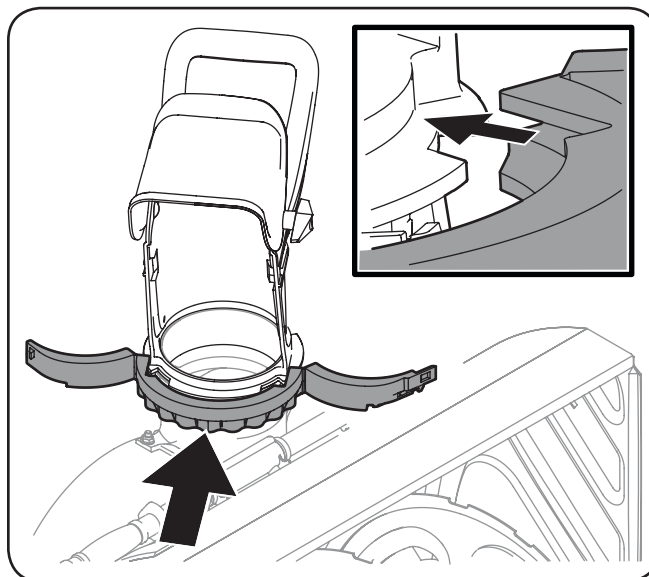

Figura 3-4
4. Coloque la banda para el canal como se indica en la Figura 3-4. Con el canal de descarga ubicado hacia la derecha como se indica, coloque la banda del canal alineando las ranuras del frente con la banda, y asegurándose de calzar el canal de descarga dentro del canal de la banda para el canal, como se indica en el recuadro de la Figura 3-4.